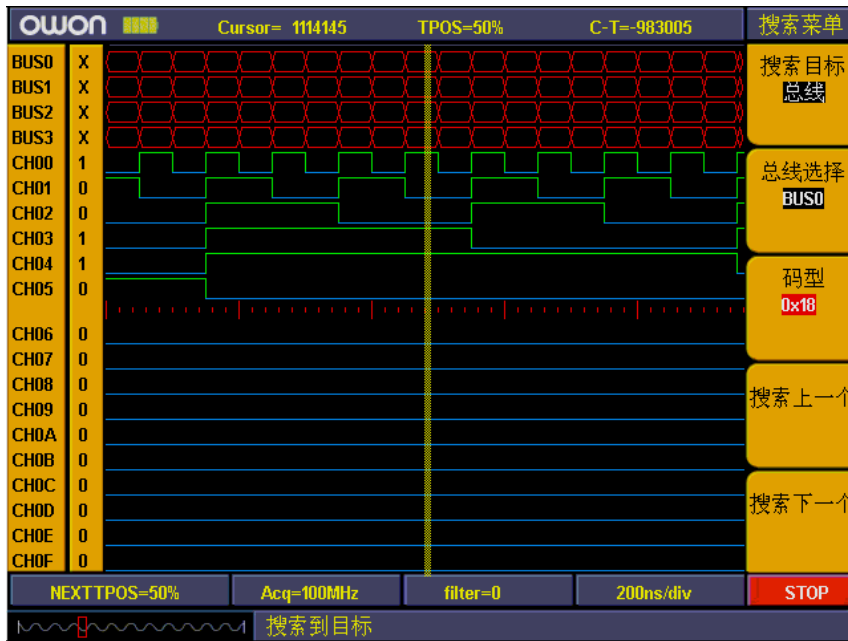

图 102：搜索总线
- G、同样，按“F5”键，选择“搜索下一个”，可搜索当前光标之后符合要求的数值。见图 102。